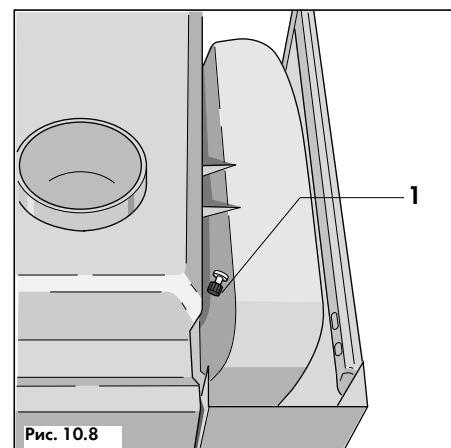

Рис. 10.8
- Отвинтить и снять колпачок ниппеля на расширительном баке (1, рис. 10.8), находящийся сверху расширительного бака за предохранителем тяги аппарата;
- Закрутить колпачок ниппеля (1, рис. 10.8);